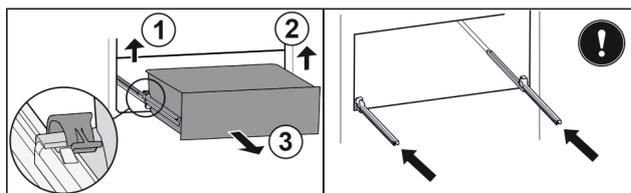

Fig. 147
- Soulever la bride gauche et tirer dans le même temps la partie gauche du tiroir vers l'avant. Fig. 147 (1)
- Soulever la bride droite et tirer dans le même temps la partie droite du tiroir vers l'avant. Fig. 147 (2)
- Retirer le tiroir par l'avant. Fig. 147 (3)